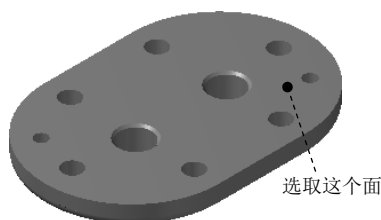

图 16.2 零件模型
打开模型。选择文件 D:\mcx7.11work\ch16\PUMP_TOP.MCX-7，系统进入加工环境，此时零件模型如图 16.2 所示。
(1) 选择下拉菜单 **绘图(C)** → **曲面曲线(V)** → **所有曲线边界(A)** 命令。
(2) 在图形区选取图 16.2 所示的面为附着曲面, 然后在“标准选择”工具栏中单击  按钮完成附着曲面的定义, 同时系统弹出“创建所有边界线”工具栏。